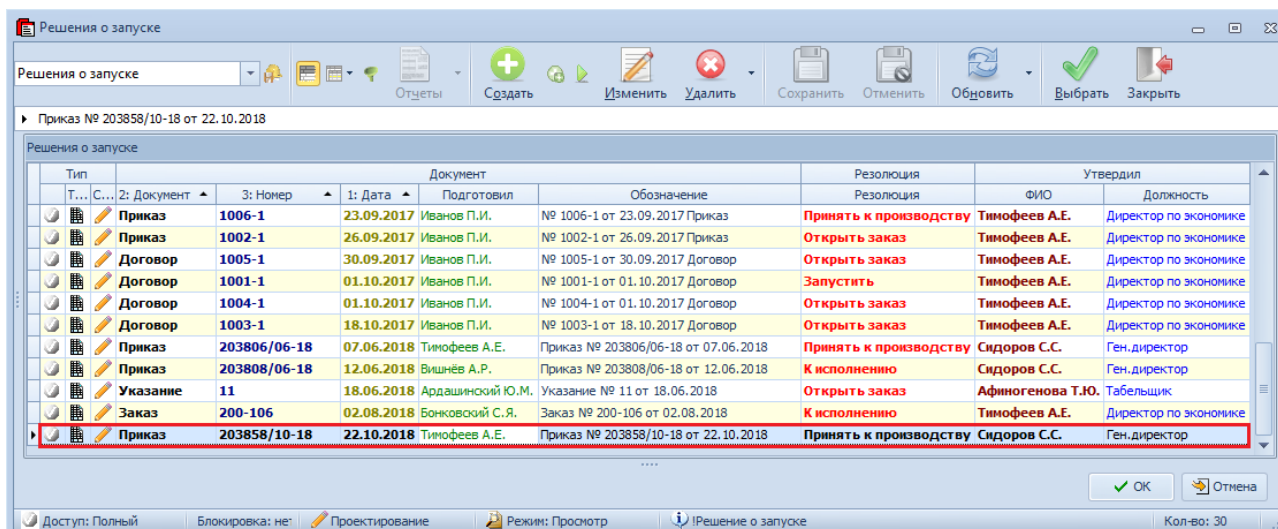

Рисунок 73. Пример выбора документа в окне справочника "Решения о запуске"
2.2.3. В окне справочника «**Решения о запуске**» выбрать нужный документ и выделить его щелчком левой кнопки мыши (рис. 73), а при его отсутствии, создать такой документ.